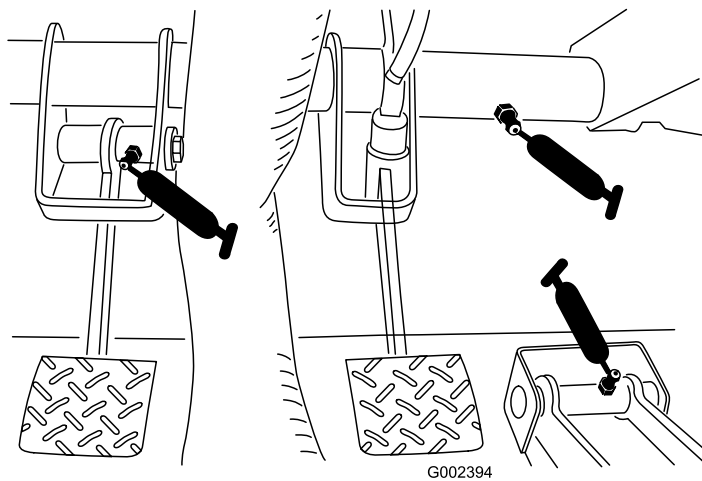

Figura 31
- Freno (1); consulte Figura 31
- Embrague (1); consulte Figura 31
- Acelerador (1); consulte Figura 31